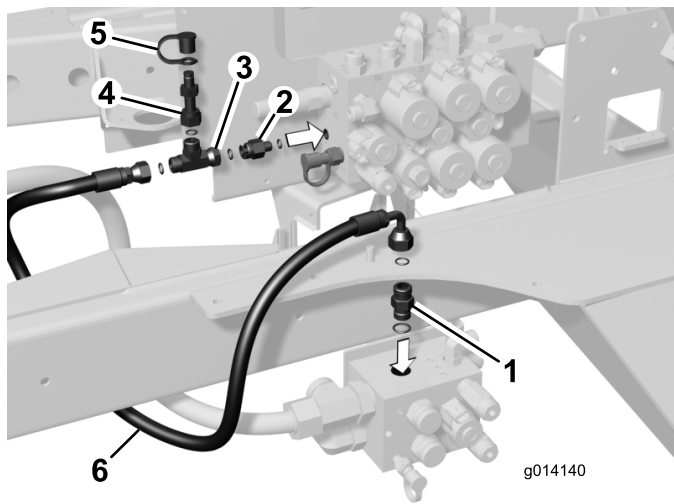
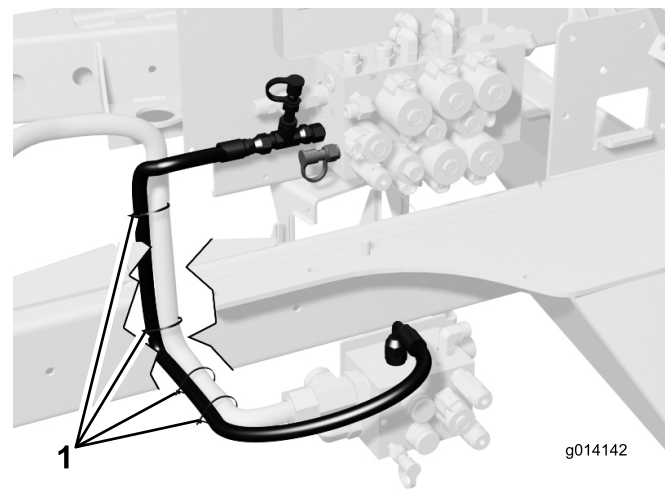

Figura 3
Figura 4
7. Instale la válvula de retención en el orificio superior del bloque colector de la plataforma derecha según se muestra en Figura 3.
8. Instale el adaptador en el orificio G1 del bloque colector de elevación, según se muestra en Figura 3.
9. Instale el acoplamiento en T en el adaptador (Figura 3).
11. Conecte la manguera al acoplamiento en T hidráulico y a la válvula de retención (Figura 3 y Figura 4). El extremo de la manguera en 90 grados se conecta a la válvula de retención del bloque colector de la toma de fuerza, y debe quedar orientado hacia fuera.
12. Sujete el manguito al tubo con 4 sujetacables, según se muestra en Figura 4. Coloque dos sujetacables en cada una de las dos secciones rectas del tubo, dejando el máximo espacio posible entre uno y otro.